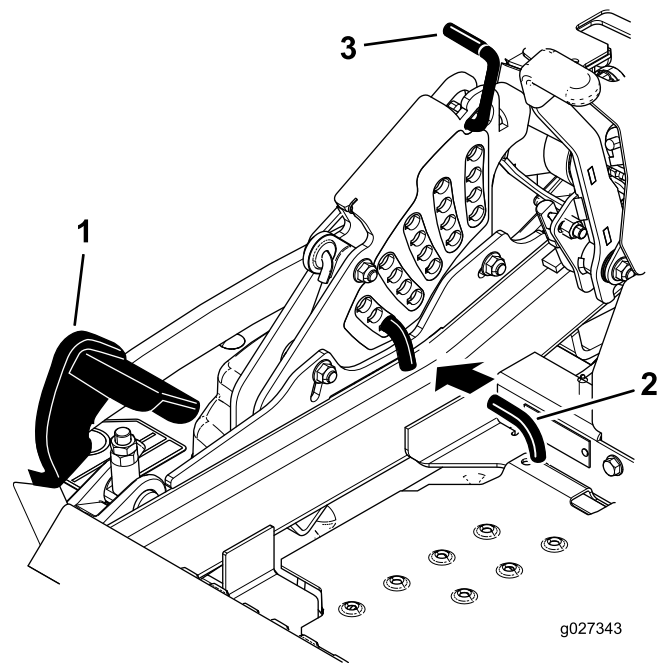

Figura 89
5. Empuje el pedal de elevación de la carcasa hacia delante del todo; la carcasa se enganchará en la posición de transporte de 14 cm (5½") (Figura 89).